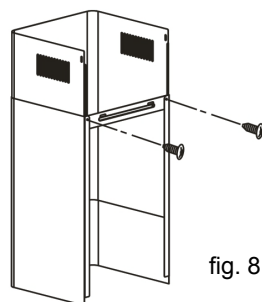

fig. 8
- Fixez l'étrier plat à l'arrière de la cheminée inférieure. (fig. 8).